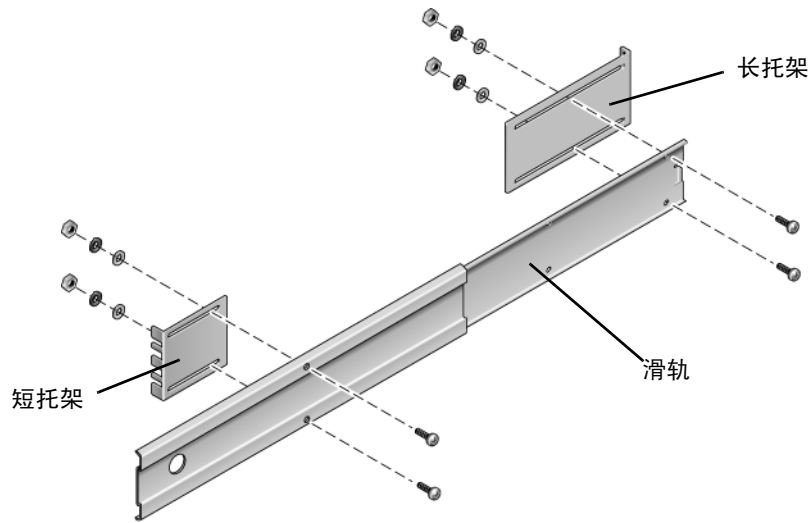

图 3-11 将滑轨固定到托架上
10. 将滑轨分别固定到位于机架前部和后部的短托架和长托架上（图 3-11）。